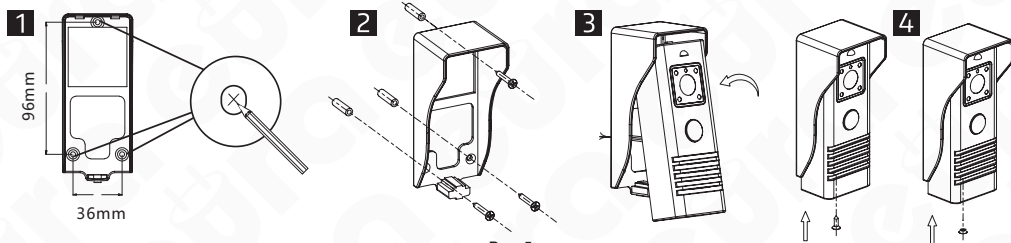

Рис. 5
2. Через 3 отверстия в нижней части защитного козырька отметьте места для крепления монтажных штифтов на стене (рис. 5, поз. 1).
3. В отмеченных местах просверлите 3 монтажных отверстия $\varnothing 5$ мм, а потом вставьте в них 3 монтажные штифты (рис. 5, поз. 2).
4. С помощью 3 крепежных винтов закрепите защитный козырек на стене (рис. 5, поз. 2).
5. Подсоедините к кассете 4 жилы кабеля, идущего к монитору, поместите кассету в защитный козырек, предварительно прикрепленный к стене (рис. 5, поз. 3).
6. Затяните нижний крепежный болт (рис. 5, поз. 4).